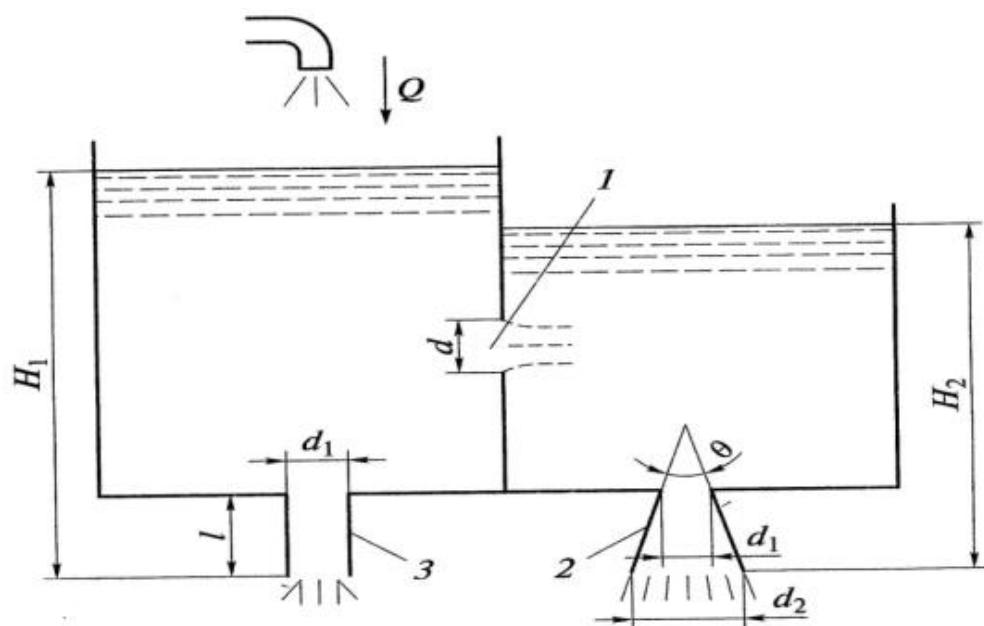

Рис. 6
9. В бак, разделенный на две секции перегородкой (рис.6) с отверстием, поступает вода в количестве Q . Из первой секции вода вытекает через цилиндрический насадок, а из второй – через конический насадок, с углом конусности $\theta = 6^\circ$. Диаметры отверстий и входные сечения насадок одинаковы и равны $d = 20\text{мм}$, длины насадок. Определить расход через каждый насадок.